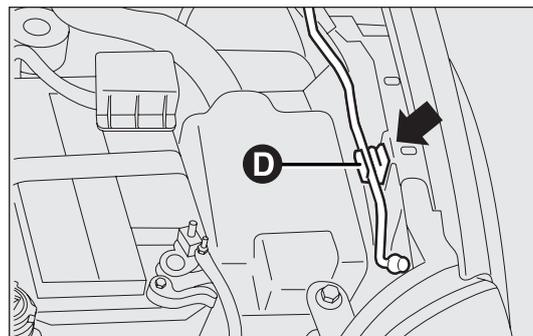
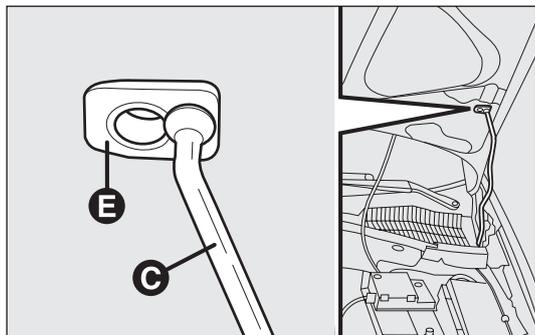

fig. 102
fig. 103
- sollevare il cofano e contemporaneamente liberare l'asta di sostegno D-fig. 102 dal proprio dispositivo di bloccaggio, quindi inserire l'estremità C-fig. 103 dell'asta nella sede E del cofano.
- tenere sollevato il cofano con una mano e con l'altra togliere l'asta C-fig. 103 dalla sede E e reinserirla nel proprio dispositivo di bloccaggio D-fig. 102;